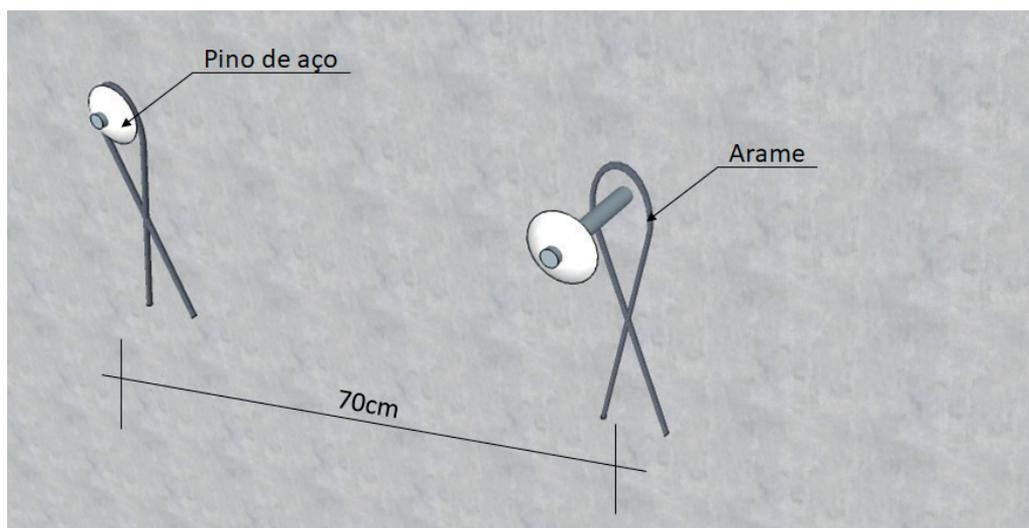

Fig. 26 - Fixação dos pinos com arames
- Nos locais com espessura elevada e necessidade de tela para estruturação do revestimento, fixar arames na fachada com pinos a cada 70 cm (na vertical e na horizontal) (fig. 26);